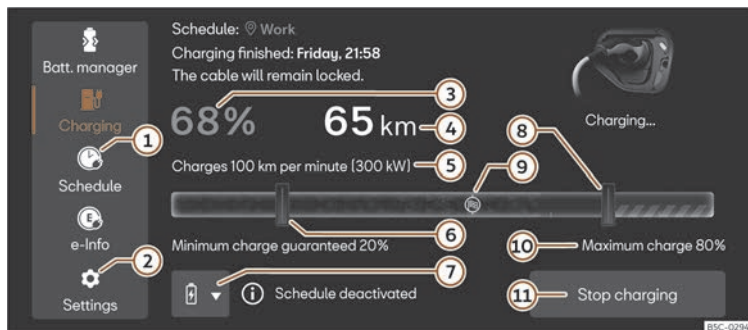

Fig. 66 În sistemul Infotainment: Meniul principal Încărcare.
2. Apăsați butonul  ② >>> **fig. 66**.